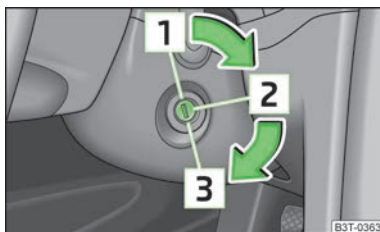

Fig. 113
- Durante la marcha con el motor parado, la llave de encendido ha de estar siempre en la posición 2 » fig. 113 de la página 109 (encendido conectado). Esta posición se indica encendiéndose los testigos de control. Si no es así, podría producirse inesperadamente el bloqueo de la dirección - ¡Peligro de accidente!
- El motor de arranque sólo se deberá accionar (posición de la llave de contacto 3 » fig. 113 de la página 109) si el motor del vehículo está parado. Si se acciona el motor de arranque con el motor en marcha, puede resultar dañado el motor de arranque o el motor del vehículo.
Si la **dirección está bloqueada** y no se puede girar la llave de contacto la posición **2** » fig. 113 o resulta muy difícil, se debe ligeramente el volante hacia los lados para liberar el bloqueo de la dirección.
- Pisar el pedal del embrague a fondo, conectar el encendido **2** » fig. 113 de la página 109 y arrancar **3** - no acelerar. Mantener el pedal de embrague pisado a fondo hasta que el motor arranque.
Parar el motor girando la llave de contacto a la posición **1** » fig. 113 de la página 109.